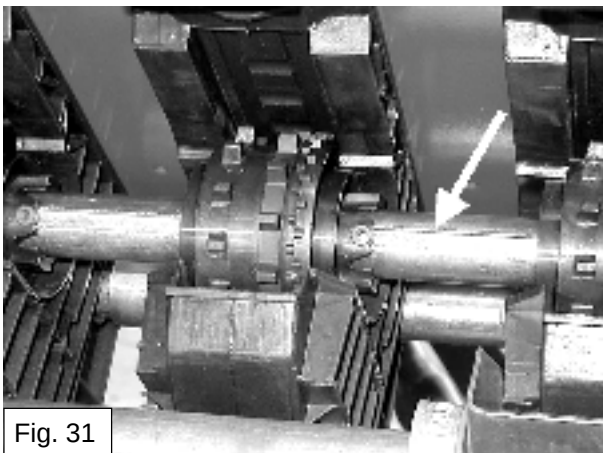

Fig. 31
- Drej såakslen med håndsvinget, så notgangen er synlig (fig. 31).